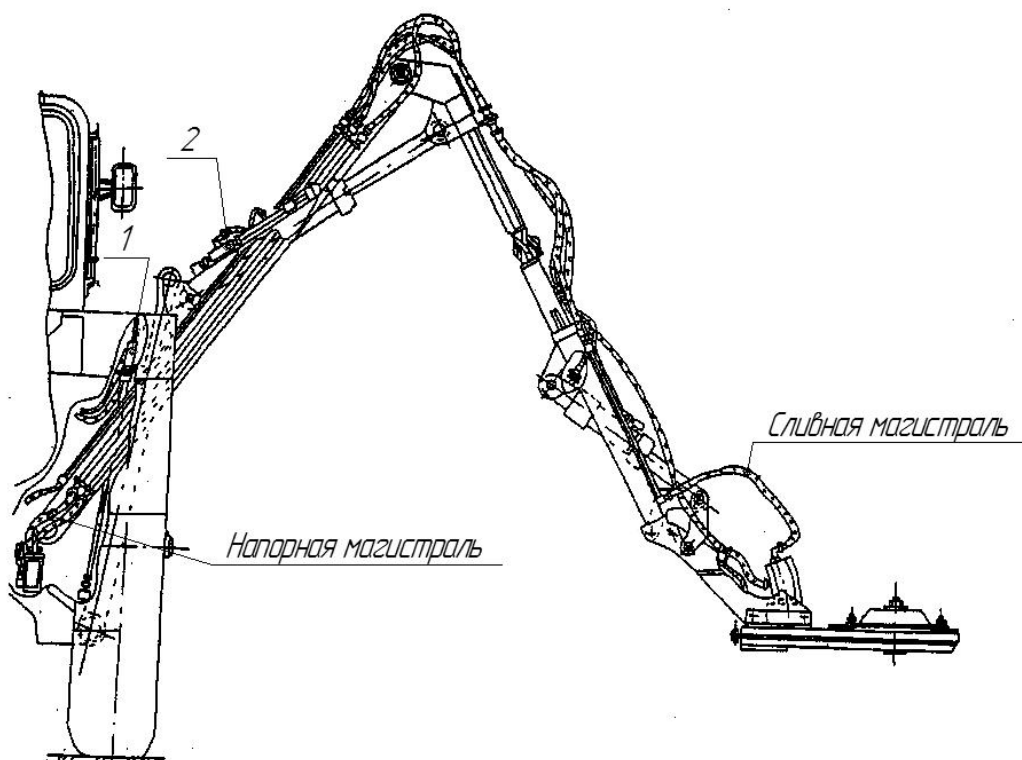

Рис. 5 Гидрозамки.
Стрела перемещается гидроцилиндром (3), гидроцилиндр (4) связывает стрелу и рукоять и изменяет угловое положение между ними. Гидроцилиндр (3) связывает стрелу (1) с рамой (2) и поворачивает всю стрелу в вертикальной плоскости, перпендикулярно продольной оси базовой машины. При помощи гидроцилиндра (5) осуществляется поворот рабочего органа в зависимости от угла наклона обрабатываемой поверхности. На гидроцилиндрах поворота стрелы и рукояти установлены гидрозамки 1, 2 (Рис. 5), исключающие самопроизвольное опускание стрелы и рабочего органа. Гидроцилиндр (6) служит для предохранения металлической конструкции косилки от поломки при встрече аппарата режущего с препятствием.